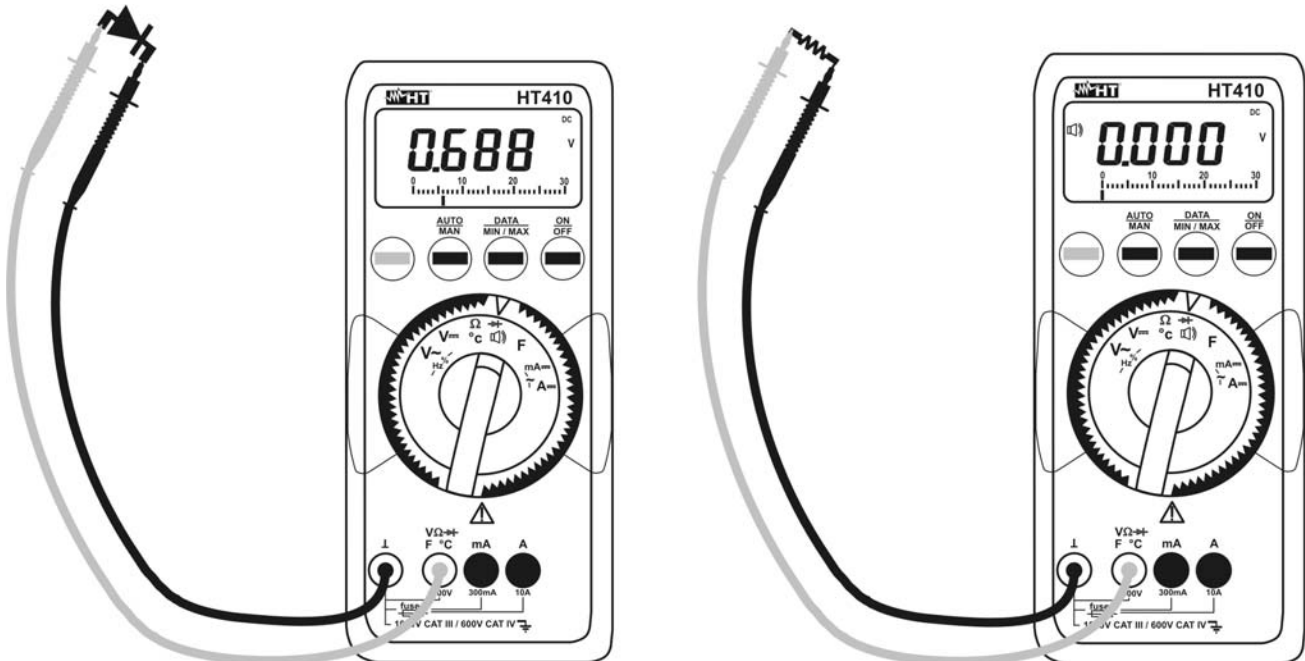

Abb. 8: Diodentest und Durchgangstest
4. Abb. 8 – linke Seite). Der typische Spannungsabfall ist 0.4 ~ 0.9V, und der Signaltonger erklingt.
7. Setzen die Messleitungen wie bei der Widerstandmessung ein (siehe Abb. 8 – rechte Seite). Der Summer ertönt für Widerstandswerte $<120\Omega$ und bei einer Spannung zwischen 0 und 0.2V.